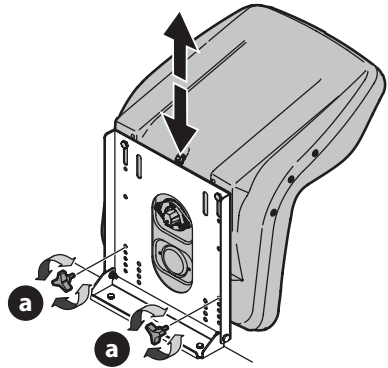

Figure 17
1. Retirez les boutons (a) (Figure 17).
3. Remplacez les boutons dans l'un des quatre trous et serrez solidement (Figure 17).